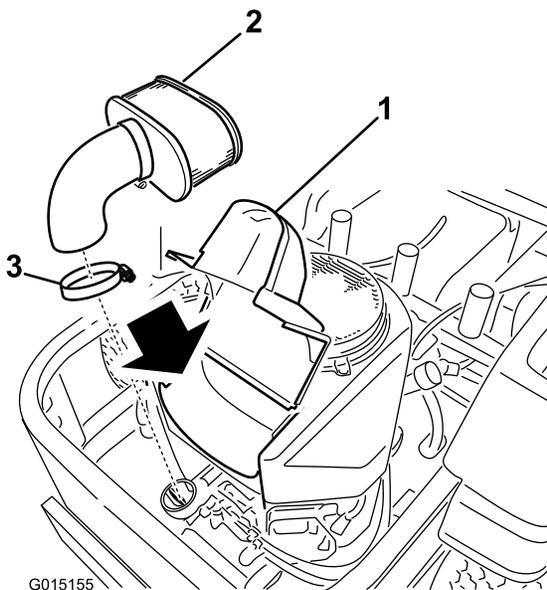

Figure 35
4. Soulevez le couvercle et déposez le collier qui fixe le filtre à air au moteur (Figure 35).
5. Desserrez le collier de flexible et retirez l'élément en papier (Figure 35).